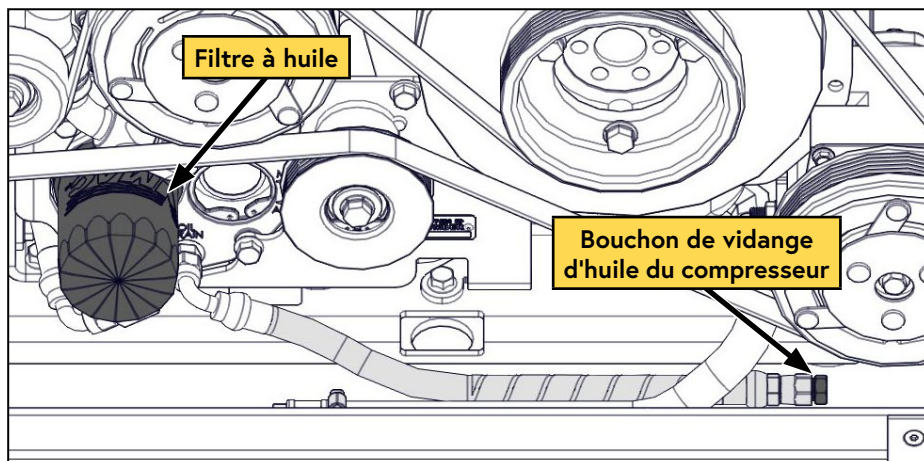

Figure 28 — Filtre à huile du compresseur
- ☐ Retirez le bouchon de vidange d'huile et vidangez l'huile dans un récipient d'une capacité d'au moins 1,6 USG (6 L) (Figure 28).
- ☐ Retirez le filtre à huile (Figure 28).